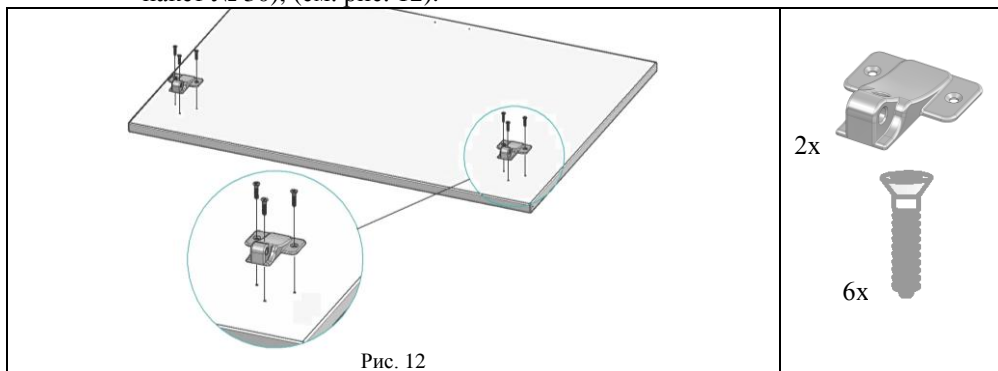

Рис. 12
- 4.5.1. К столешнице (поз. 4) прикрутить СУТ.11.192. кронштейн шарнира (поз. 1, пакет № 30) при помощи саморезов с потайной головкой 4x16 (поз. 2, пакет № 30), (см. рис. 12).